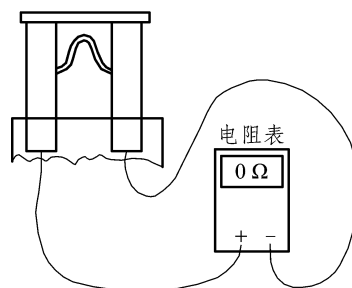

图 1-7 用万用表测量熔断器
- ② 断开低压蓄电池负极，用保险丝夹取下熔断器 F1/7。
- ③ 将万用表打到“ Ω ”挡位，短接万用表红黑表笔，对万用表进行校正。若阻值小于 $1\ \Omega$ ，则表明万用表正常。
- ④ 将万用表打到“ Ω ”挡位，连接熔断器的两个针脚，如图 1-7 所示。